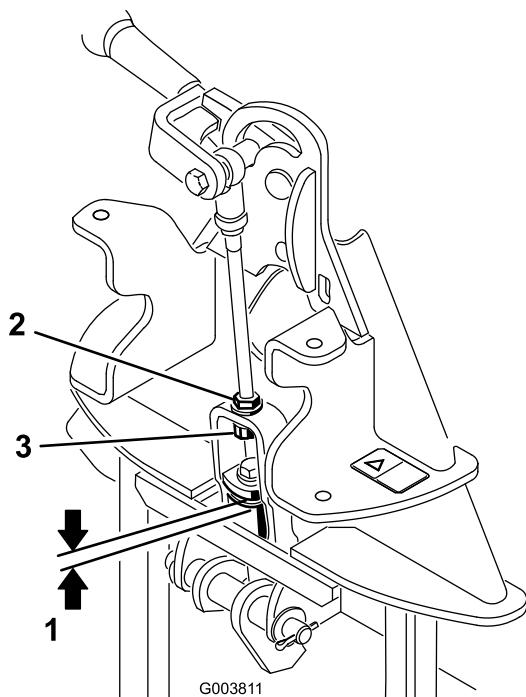

図4
2. 図4に示すように、上面のワッシャからアタッチメントアダプタのリンクアセンブリのスペーサまでの距離を測る。